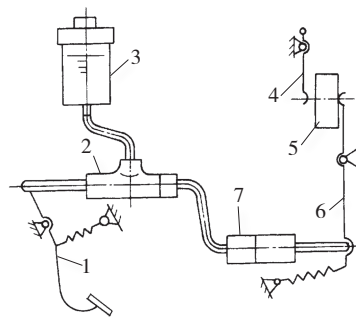

图 1-1-11 离合器液压式操纵机构
(2) 液压式操纵机构主要由离合器主缸（也称总泵）、液压管路和离合器工作缸（也称分泵）等组成，如图 1-1-11 所示。